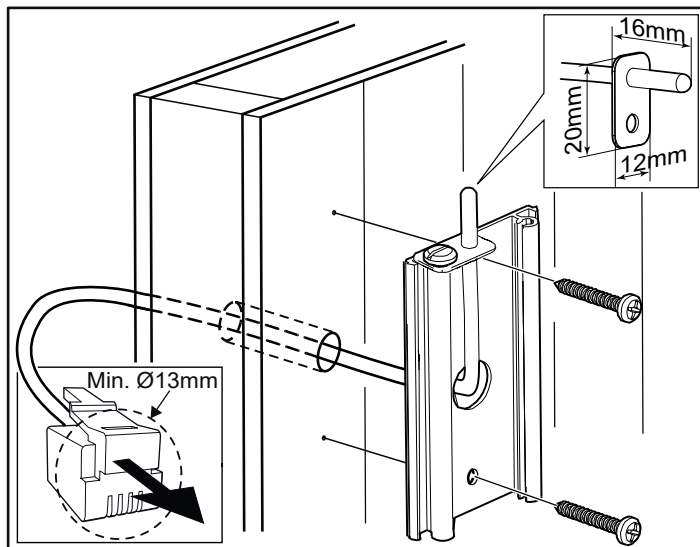

Afbeelding 15: Borgschroef voor beugel
10. Zet de kachel vast met de borgschroef (zie afbeelding 15).